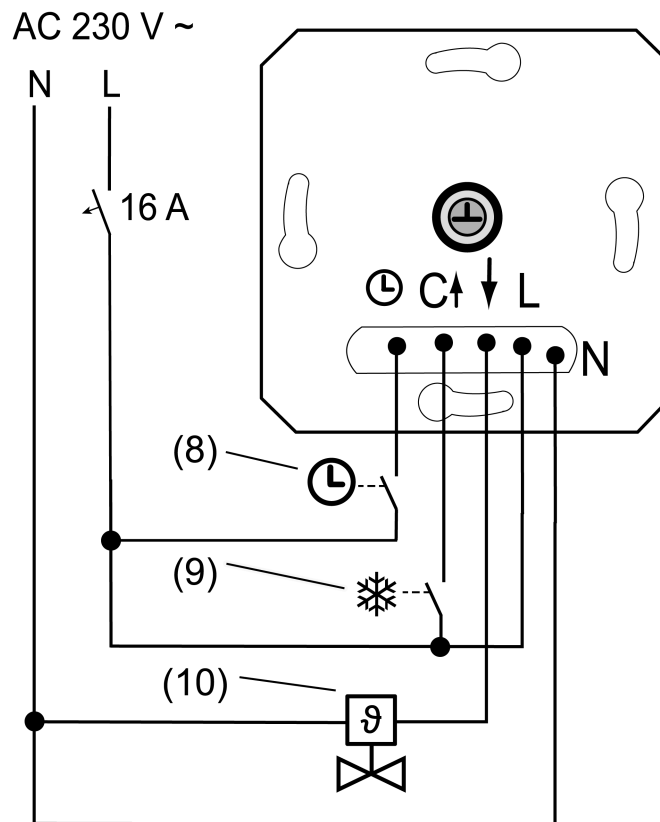

Bild 2: Anschlussbeispiel des Einsatzes
- Elektrothermischen Stellantrieb (10) an Einsatz (1) gemäß Anschlussplan (siehe Bild 2) anschließen. Leiterquerschnitte beachten (siehe Bild 3).
- Optional den Eingang Absenkbetrieb ☺ über einen Schaltkontakt einer Zentraluhr (8) beschalten.